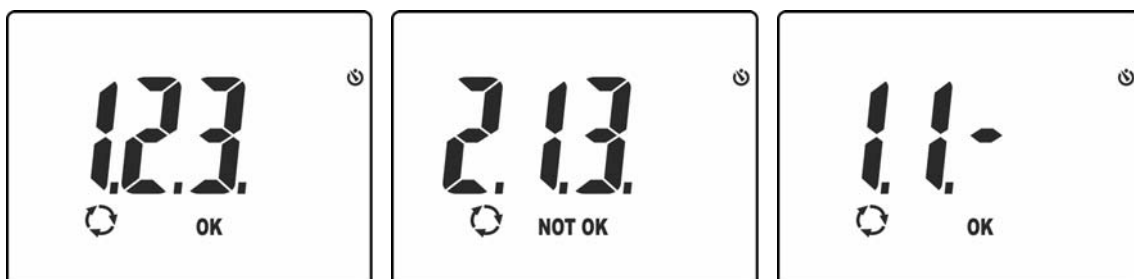

Abb. 16: Ergebnisse des Tests der Phasenfolge und der Phasengleichheit
7. Liegt ein stabiler Spannungswert auf der Phase L2 vor, zeigt das Gerät automatisch die Meldung **“1.2.3.”** (Test OK) oder die Meldung **“2.1.3”** (Test NOT OK) wie in der Abb. 16 gezeigt.
8. Bei einer Anzeige von 1.1.- ist die Phasengleichheit nachgewiesen. Das korrekte Endergebnis ist die Anzeige **“1.1-“** (siehe Abb. 16 – rechte Seite).